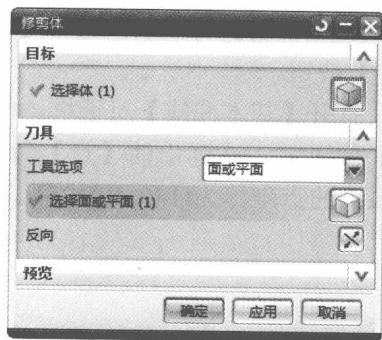
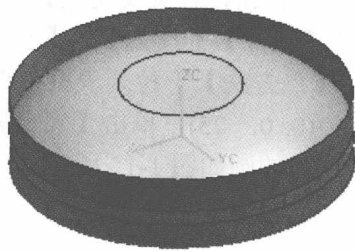

图 1-17 【修剪体】对话框参数设置
图 1-18 修剪体
(6) 选择【插入】|【修剪】|【修剪体】命令或单击【特征】工具条中的【修剪体】按钮, 打开【修剪体】对话框。选择回转体为目标, 在【刀具】选项组中单击【选择面或平面】按钮, 如图 1-17 所示, 选择上一步创建的曲面, 注意修剪方向。单击【确定】按钮, 修剪效果如图 1-18 所示。